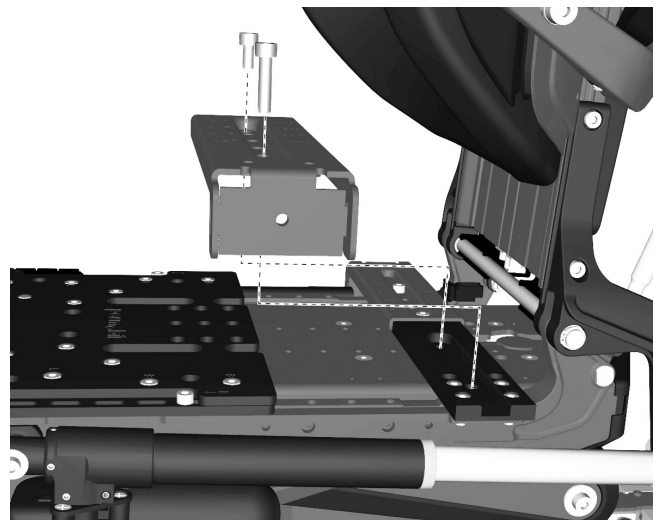

Abbildung 181. Der Halter der UniTrack-Schiene ist mit zwei Schrauben befestigt.
7. Halter der UniTrack-Schiene montieren. Es ist mit zwei Schrauben befestigt. Siehe Abbildung. 181.